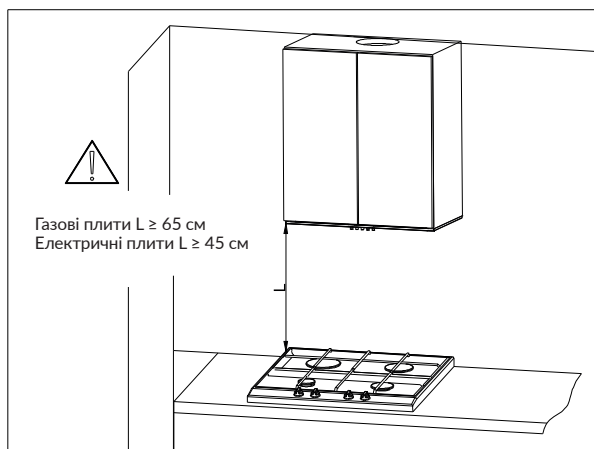

Рис. 3. Рекомендована відстань від плити
1) Режим відведення: випаровування видаляються з приміщення крізь трубу виведення (труба виведення не входить в комплект постачання, її необхідно придбати окремо, дивись **Рис. 3**).
Режим рециркуляції: випаровування проходять крізь вугільний фільтр, очищаються від жирів та запахів й очищене повітря повертається до приміщення крізь решітку у верхній частині корпусу повітропроводу (**Рис. 3**). Щоб перевести витяжку у режим рециркуляції, встановіть вугільний фільтр (див. п. **ВУГІЛЬНИЙ ФІЛЬТР**). Вугільний фільтр не включено до комплекту постачання приладу та необхідно придбати окремо.
- Перевірте, чи співпадають розміри пристрою (**Рис. 3**) з розмірами запланованого місця для вбудовування, ніші у шафі тощо.